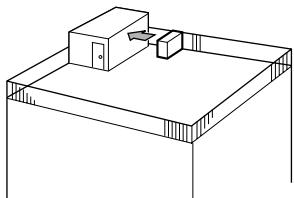

Fig. 2-3
- ① Richten Sie die Lufteintrittsöffnung mit einem Abstand von etwa 50 cm. auf die nächstgelegene Wand aus. (Fig. 2-3)